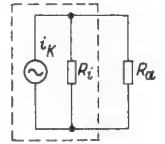
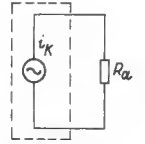

Bild 3. Kurzschluß-Ersatzschaltbild einer Röhre
Bild 3a. Kurzschluß-Ersatzschaltbild einer Rauschdiode ($R_i = \infty$)
Man geht von dem Stromquellen-Ersatzschaltbild einer Röhre aus, da sich der Rauschstrom als Kurzschluß-Rauschstrom i_K nach Formel (1) oder (2) bestimmt (Bild 3). In ihm kann R_i vernachlässigt werden ($R_i = \infty$) (Bild 3a). Die volle Kurzschlußleistung arbeitet also auf R_a (Bild 3b). Für die Bestimmung der Grenzempfindlichkeit ist demnach die Ersatzschaltung von Bild 4 gültig.
G_A entspricht dem R_a von Bild 3 und ersetzt in der Empfindlichkeitsmeßschaltung den Antennenwiderstand R_A . G_E ist der Leitwert der Empfängereingangsschaltung.